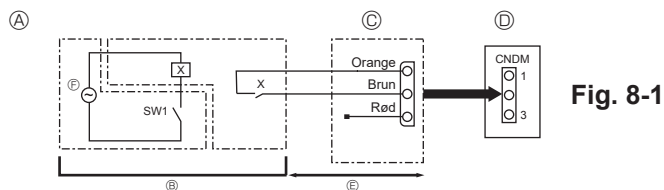

Fig. 8-1
8.1. Støjsvag modus (ændring på stedet) (Fig. 8-1)